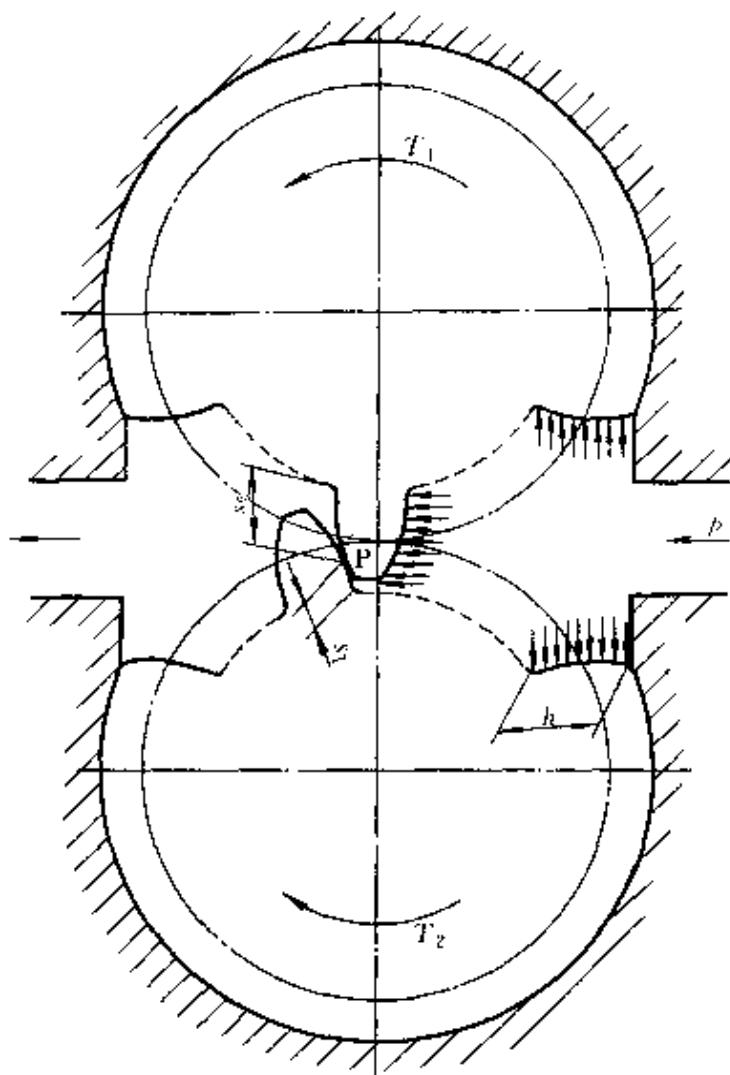

图 4-26 齿轮式液压马达的工作原理
答：(1) 齿轮式液压马达的工作原理 图 4-26 为齿轮式液压马达的工作原理图。图中 P 为两齿轮的啮合点，设齿轮的齿高为  $h$ ，啮合点到两个齿根的距离分别为  $s_1$  和  $s_2$ 。压力油从  $p$  口进入，由于